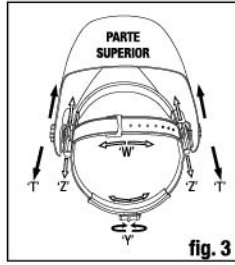

fig. 3
La circunferencia total de la máscara puede ampliarse o reducirse girando la perilla situada en la parte trasera. (Véase el ajuste "Y" de la fig.3). Esto se puede hacer con el casco puesto para ajustar la tensión adecuada de manera que el casco se mantenga firme en la cabeza sin que esté demasiado apretado.
Si la máscara está demasiado alta o demasiado baja, ajuste la correa que pasa por encima de la cabeza. Para ello, suelte el extremo de la banda sacando el pasador de bloqueo de su orificio. Ajuste las dos partes de la banda a un ancho mayor o menor según sea necesario y fije el pasador en el orificio más cercano. (Véase el ajuste "W" de la fig.3).
Paso 1: Afloje la tuerca de bloqueo (véase "T" en la fig. 3) para ajustar la distancia entre el casco y la cara en posición baja.